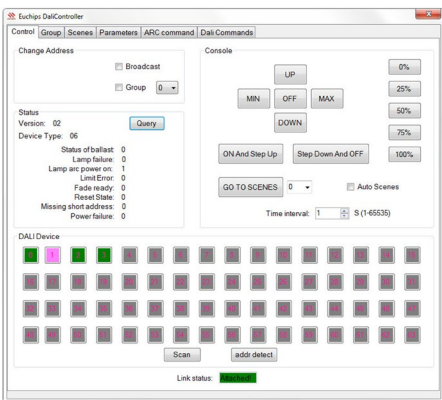

Рис.2. Рабочее окно программы, вкладка «Управление»
- 3.4. Запустите программу управления Euchips Dalicontroler, поставляемую в комплекте с контроллером. (ПО также можно скачать с сайта arlight.ru). На экране отобразится рабочее окно программы (см. Рис.2). Для работы программы необходим пакет Net Framework 4, распространяемый бесплатно.